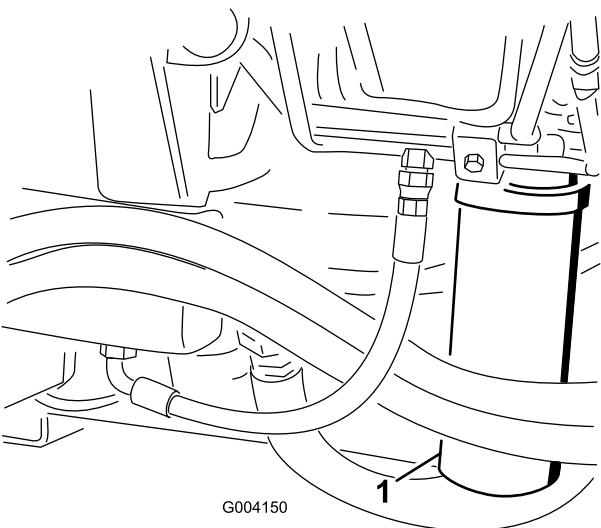

Figura 80
2. Limpie la zona alrededor de la zona de montaje del filtro y coloque un recipiente debajo del filtro (Figura 79 y Figura 80).